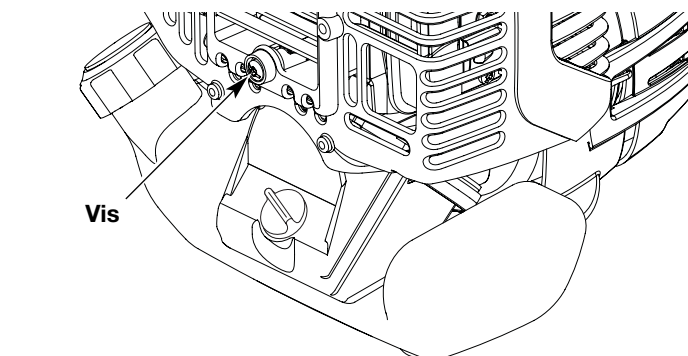

Fig. 36
2. Enlevez la vis derrière le couvercle du moteur à l'aide d'un tournevis à lame plate ou T-25 Torx (Fig. 36).